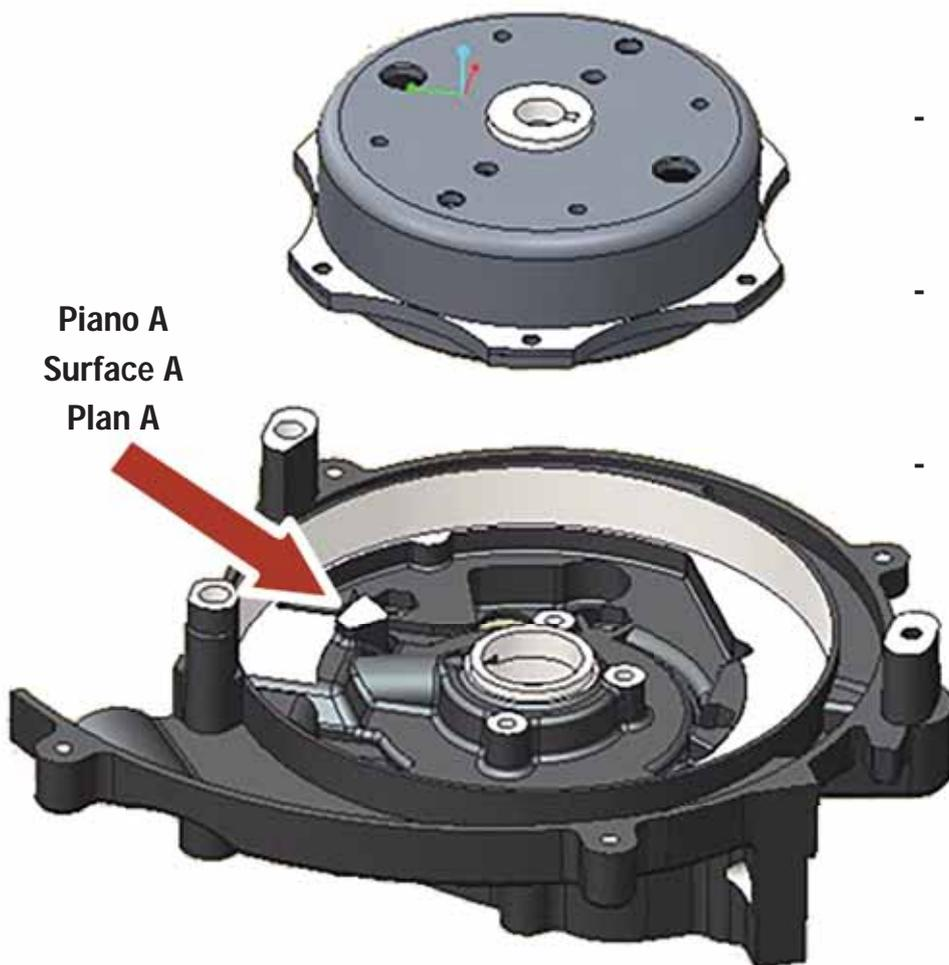

Fig. 2
- Collocare in sede lo statore nella flangia stessa, posizionandolo come indicato in **Fig. 2**.
- Place the stator inside the flange itself, positioning it as shown in **Fig. 2**.
- Placez le stator dans la bride, en le positionnant comme indiqué dans la **Fig. 2**.